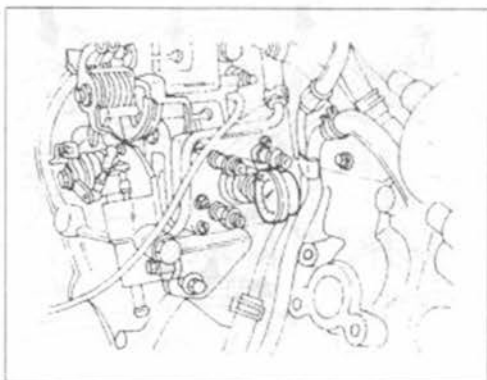

Рис.151.
- Для дальнейшей установки необходим стрелочный индикатор с направляющей (рис.151). Он вставляется в отверстие на задней стороне насоса после того, как была вывернута пробка из крышки насоса.